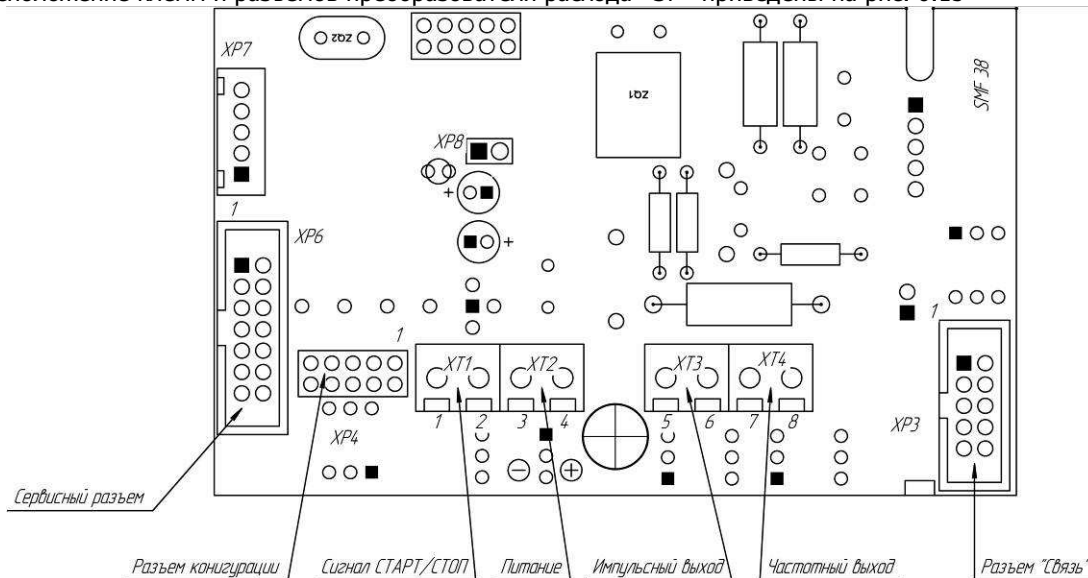

рис. 6.15
6.5.1 Расположение клемм и разъемов преобразователя расхода «ЭР» приведены на рис. 6.15